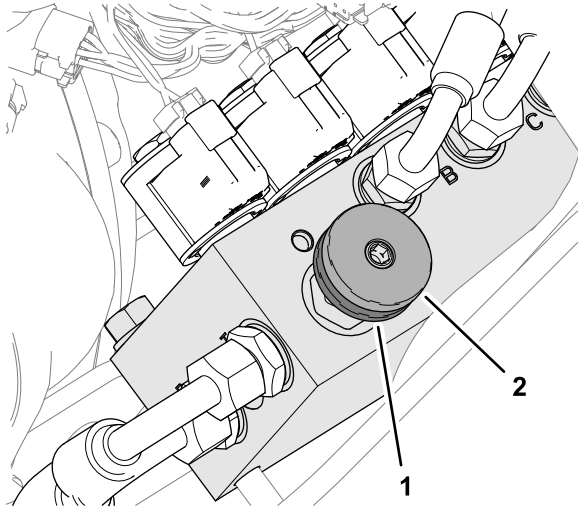

Bild 37
Aktivieren der Gewichtsverlagerung: Das Ausmaß der Gewichtsverlagerung kann je nach Einsatzbedingungen verstellt werden, indem Sie das Handrad für die Gewichtsverlagerung wie folgt drehen (Bild 37):
1. Lösen Sie die Sicherungsmutter des Ventils um eine halbe Umdrehung nach links und halten sie in dieser Stellung (Bild 37).
2. Drehen Sie das Ventilhandrad (Bild 37) nach links, um die Gewichtsverlagerung zu verringern, oder nach rechts, um die Gewichtsverlagerung zu erhöhen.